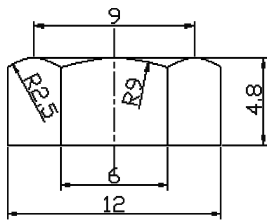

图 6-125 绘制图块
- (1) 如图 6-125 所示，利用“块定义”对话框进行适当设置，定义块。
- (2) 利用“WBLOCK”命令进行适当设置，保存块。